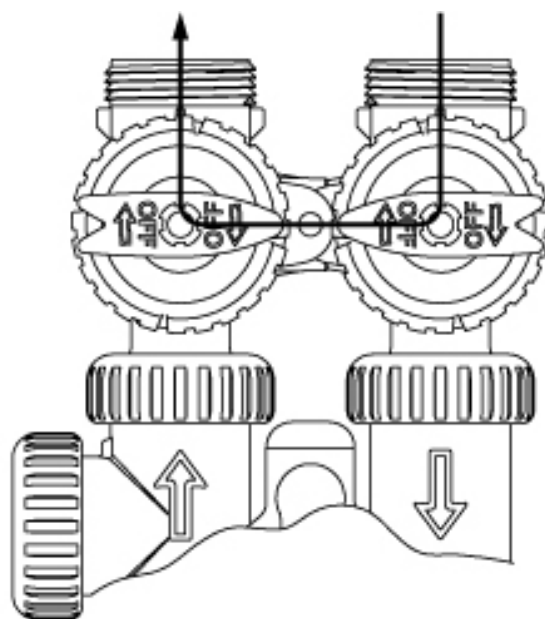

Рисунок 3
3. **Положение *Диагностика*:** Ручка *Вход* устанавливается в соответствии с направлением стрелки на управляющем клапане, а ручка *Выход* направляется к центру клапана байпаса; воды из системы поступает в управляющий клапан, но вода из клапана не выходит в систему трубопроводов. (См. Рисунок 3).